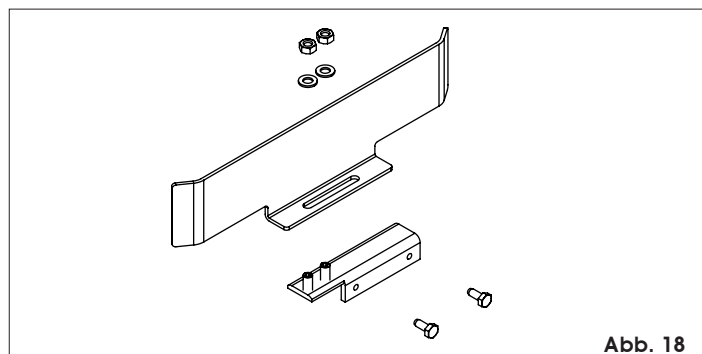

Abb. 18
- 1) Die beiden geformten Feinbleche auf den beiden U-förmigen Haltern mit den Unterlegscheiben und Muttern aus dem Lieferumfang montieren und befestigen, wie in Abb. 18 gezeigt.